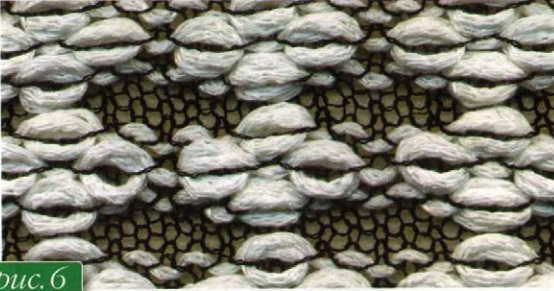

рис. 6
4. ВИВИНГ С ОБВИТИЕМ ИГЛ (рис. 6).